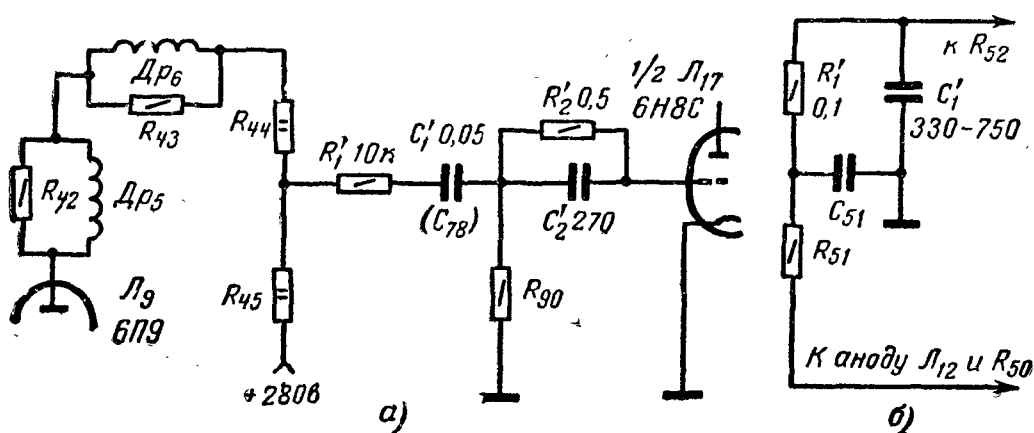

Рис. 18. Улучшение схемы синхронизации.
**Телевизор Т-2 («Ленинград»).** В нем нередко ухудшается кадровая синхронизация, особенно при приеме третьего частотного канала. Такой недостаток проявляется наиболее сильно при значительном удалении от телецентра и определенном положении ручки контрастности. Устранить его удастся введением в схему селектора (рис. 18, а) помехоподавляющей цепочки ( $R_2' C_2'$ ) и ограничивающего резистора  $R_1'$ . Кроме того, в этом случае необходимо увеличить емкость конденсатора  $C_{78}$  с 1 000 пф до 0,05 мкф.
му телевизора дополнительное звено интегрирующей цепи (рис. 18,б). При этом синхронизация по кадрам становится устойчивей и при воздействии импульсных помех в зоне приема слабого сигнала.